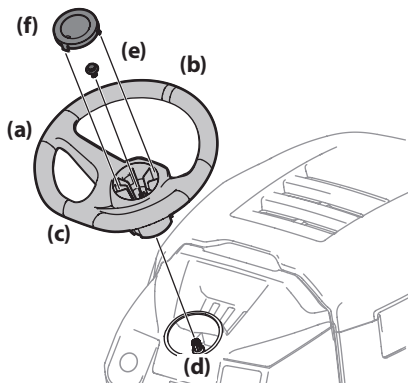

Figura 9
- Con las ruedas del tractor apuntando recto hacia adelante, alinee el volante (a) usando la línea central (b) de la parte delantera del volante (a) que apunta hacia adelante y la sección plana (c) del volante (a) orientada hacia el asiento, coloque el volante (a) sobre el árbol de la dirección (d). Consulte la Figura 9.
- Asegure el volante (a) con el perno hexagonal (e) que está debajo de la tapa del volante (f) y ajuste hasta 18-22 pies-libras (24.4-29.8 N-m). Consulte la Figura 9.